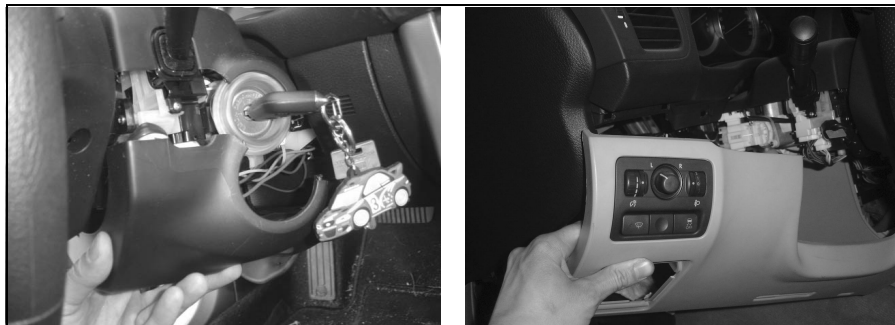

Fig. 7: Rimozione della mascherina
- Rimuovere la mascherina di plastica situata sotto al volante (vedi fig. 7).